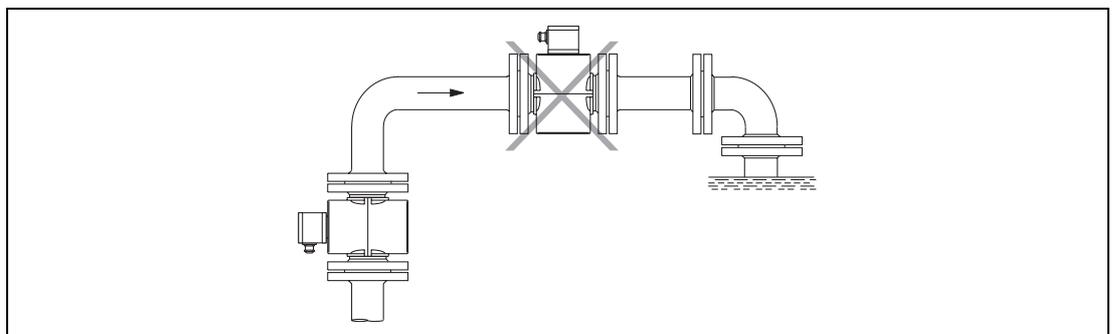

Abb. 9:
- Bei freiem Auslauf Messgerät nicht am höchsten Punkt bzw. in die abfließende Seite der Rohrleitung einbauen (Messrohr läuft leer, Luftblasen), Abb. 9.